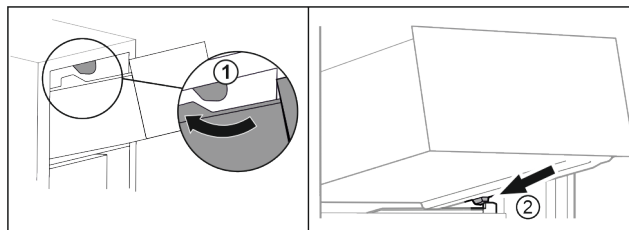

Fig. 65
- ▶ Umetnite ladicu oko gornjih zaustavljača. Fig. 65 (1)
- ▶ Stavite ladicu ukoso iza donjih zaustavljača na žlijeb spremnika. Fig. 65 (2)